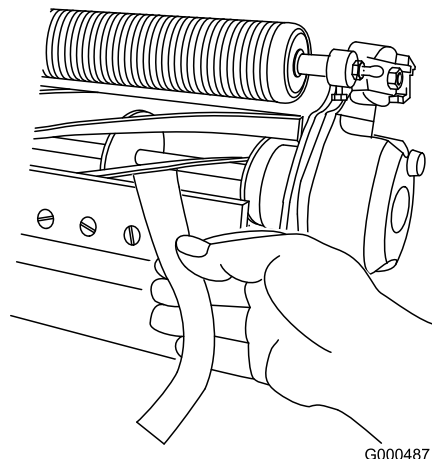

図 11
- B. 刃合わせチェックペーパーを、リールとベッドナイフとの間に入れてベッドナイフに対して直角にセットし(図 11)、リール
11. 刃合わせチェックペーパー Toro P/N 125-5610を、リールとベッドナイフとの間に入れてベッドナイフに対して直角にセットし (図 11)、リールを **ゆっくり**と前転させる紙が切れれば適切。左右のベッドバー調整ボルトをそれぞれ1クリックだけ締め、もういちど紙を切るテストを行う。紙が切れるまでこれを繰り返す。